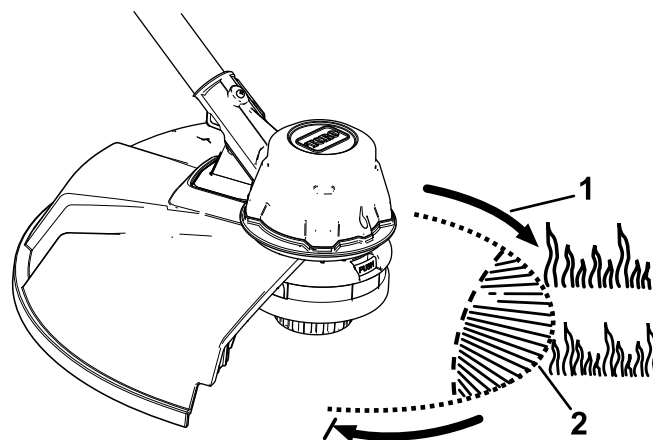

Rysunek 12
Kosa jest dostarczana z fabrycznie ustawioną szerokością koszenia 36,6 cm, jak widać w ramce A na Rysunek 12. Za pomocą poniższych instrukcji można przestawić szerokość koszenia na 40,6 cm, jak widać w ramce D na Rysunek 12.
1. Odkręć ostrze skracające linkę od spodniej strony osłony, odkręcając 2 mocujące je wkręty za pomocą dołączonego klucza imbusowego (ramka B na Rysunek 12) i przekręć ostrze skracające o 180°.
2. Po obróceniu ostrza skracającego przykręć je do osłony za pomocą 2 odkręconych wcześniej wkrętów (ramka C na Rysunek 12).